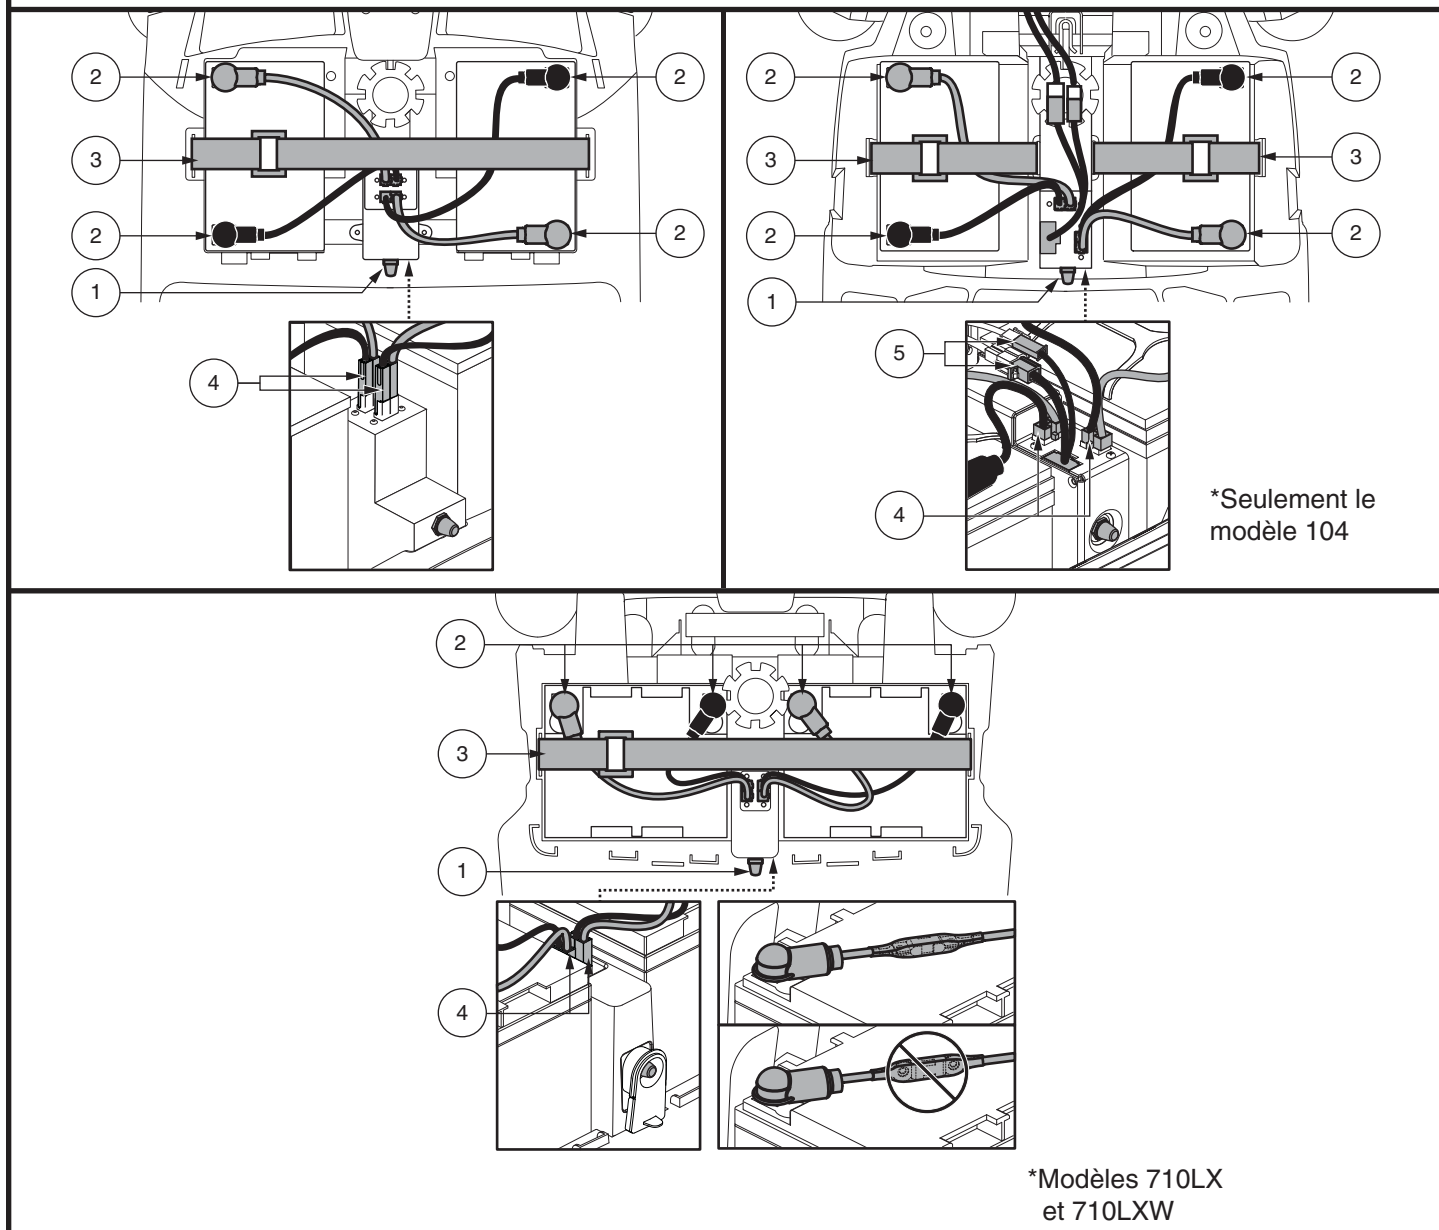

Figure 11. Enlèvement/installation des batteries et connexions
2. Détachez les courroies des batteries. **Voir la figure 11.**
3. Débranchez les batteries en appuyant sur les languettes des connecteurs du faisceau de la batterie et en les tirants vers le haut. **Voir la figure 11.**
6. Placez une nouvelle batterie dans chaque puits. Pour les modèles 710LX et 710LXW, dirigez les bornes de batterie de chaque batterie vers l'arrière. Pour tous les autres modèles, placez les bornes de batterie de chaque batterie l'une en face de l'autre et vers les côtés extérieurs du scooter. **Voir la figure 11.**